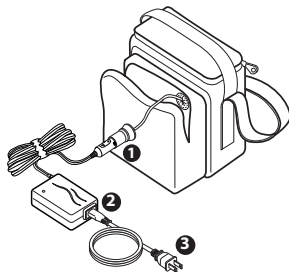

Figura 1: Carregamento da bateria
1. Ligue a extremidade do adaptador para automóvel à tomada do conjunto de baterias situada na bolsa dianteira da mala de transporte. Consulte a Figura 1.